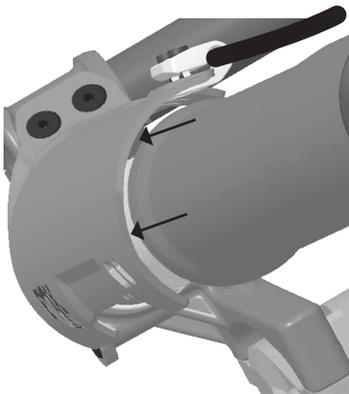
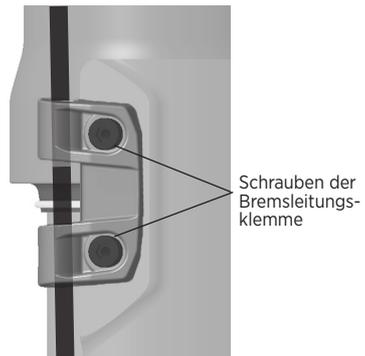

Abb. 10: Gleichmäßiger Abstand an Innenseite des Gabelschutzes, um ein Scheuern zu vermeiden (Ansicht von oben)
Abb. 11: Schrauben der Bremsleitungsklemme mit korrektem Anzugsdrehmoment festziehen
6. Zum Schluss überprüfen, ob die Bremsleitung und die Klemme so positioniert sind, dass entlang der gesamten Innenseite des Gabelschutzes ein gleichmäßiger Abstand vorhanden ist, um ein Scheuern oder Reiben zu vermeiden (Abb. 10). Mit einem 2,5-mm-Innensechskantbit und einem Drehmomentschlüssel die beiden Schrauben der Bremsleitungsklemme mit 0,9 Nm festziehen. (Siehe Abb. 11.)